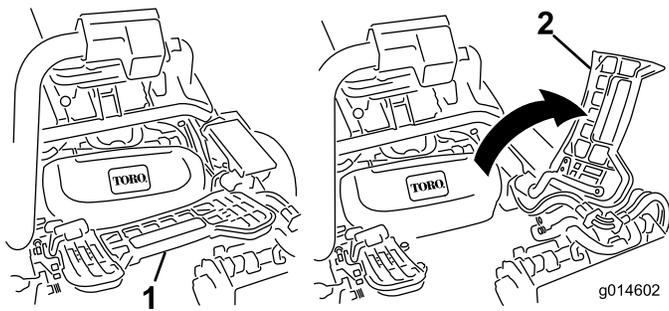

図 11
3. 中央カッティングユニットを取り付ける時は、フットレストを跳ね上げて取り付け位置へのアクセスを確保する図11。